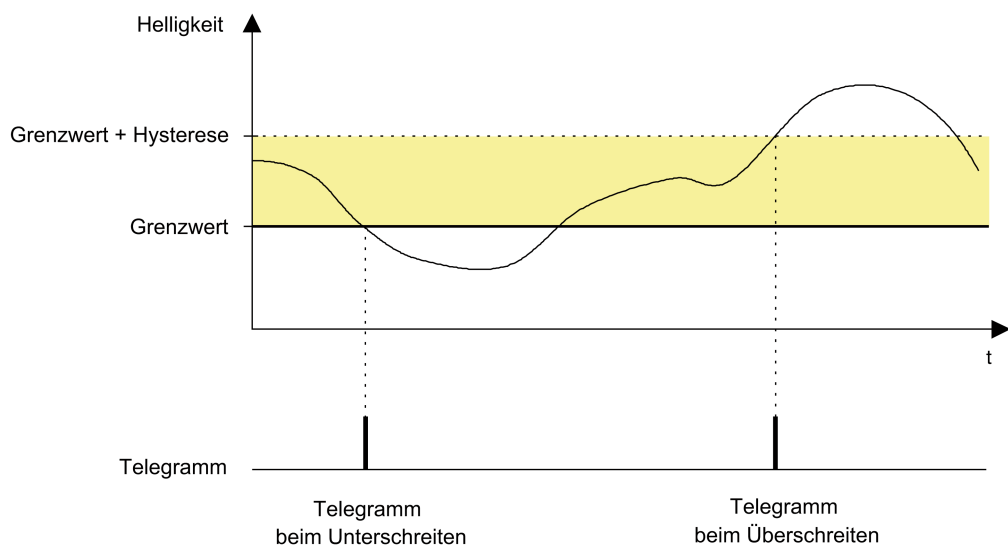

Bild 65: Beispiel 2 zur Grenzwertdefinition
2. Helligkeitsgrenzwert = Untere Schwelle (siehe Bild 65)